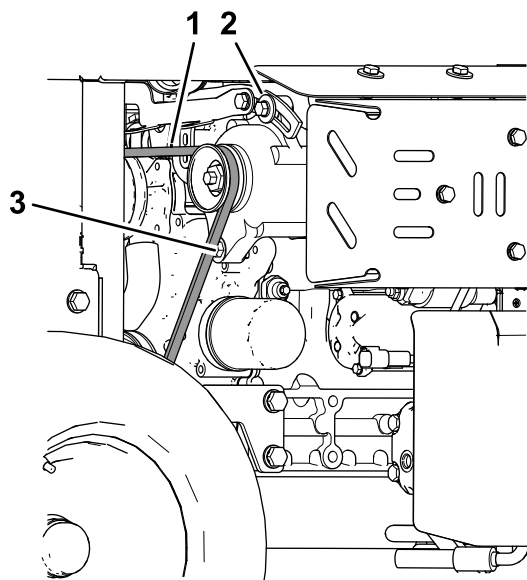

Bild 76
4. Lösen Sie die Drehschraube der Lichtmaschine und die Arretierschraube (Bild 76).
6. Ziehen Sie die Arretierschraube der Lichtmaschine an (Bild 76).
7. Ziehen Sie die Drehschraube der Lichtmaschine an (Bild 76).